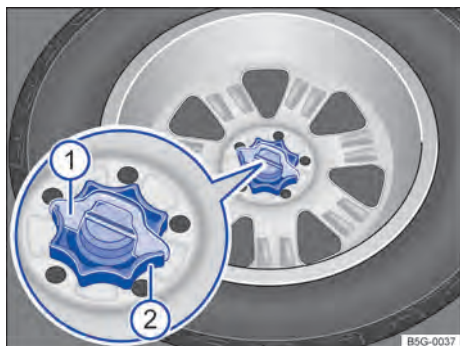

Fig. 270 No compartimento de bagagem: manipulador para fixação da roda sobressalente.
- Retirar o calço da trava contra torção → Fig. 270 ① puxando-o para cima.
- Girar totalmente o manipulador localizado no meio da roda sobressalente → Fig. 270 ② no sentido anti-horário, e remover a roda sobressalente.
- Girar o manipulador → Fig. 270 ② sobre o pino rosqueável no sentido horário até que a roda trocada esteja fixada com segurança.
- Inserir o calço de proteção contra giro → Fig. 270 ① na fenda do pino rosqueável, de modo que o manipulador não possa ser mais girado.